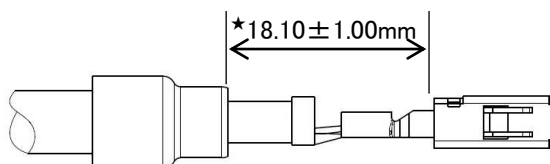

Fig.17
- 5.9. アウターフェルールを六角クリンパーを用いて圧着します。アウターフェルールの先端とターミナルボックスの後端の間隔は $18.10 \pm 1.00\text{mm}$ に保つ必要があります。(Fig.17 参照) *5sq の場合は $19.35 \pm 0.50\text{mm}$